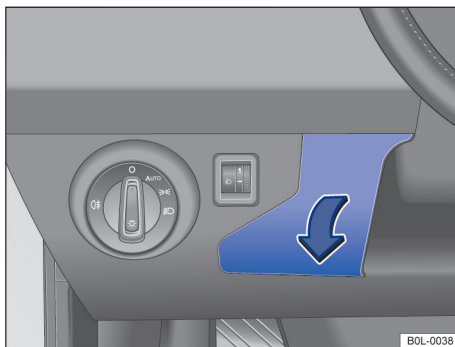

图 122 驾驶员侧仪表板：保险丝盒盖板
- 抓住盖板 → 图 122 的表面并将盖板沿箭头方向外拉。